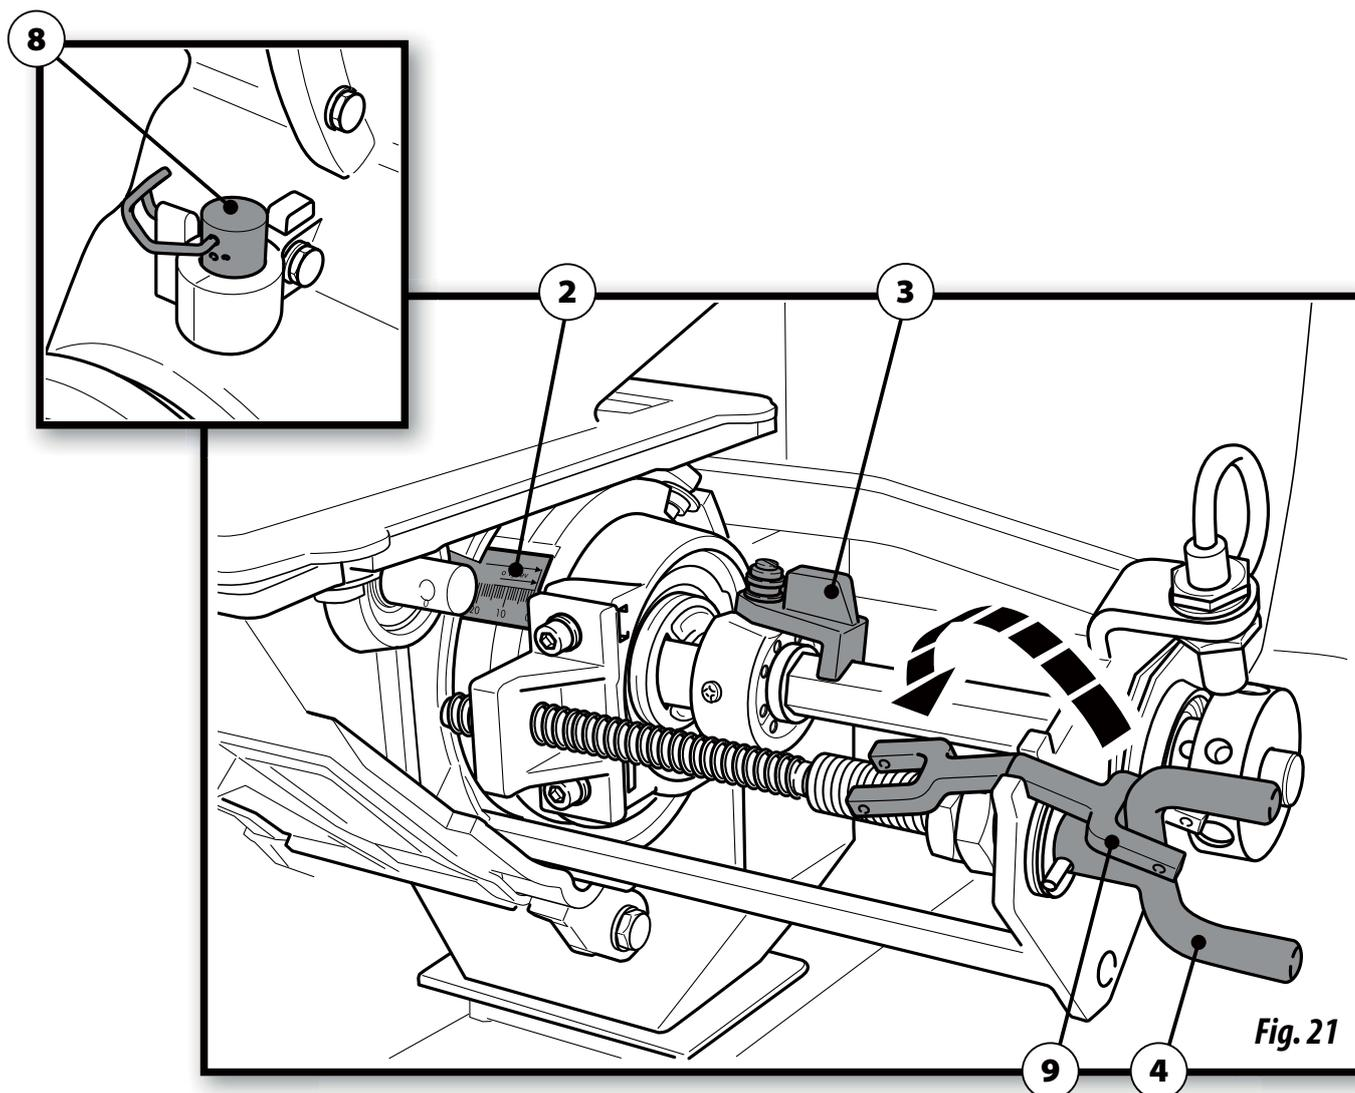

Fig. 21
- 1- Retirar la anilla de seguridad (nº 9, fig. 21).
- 2- Girar el husillo (nº 4, fig. 21) hasta llegar a la posición 0 en la escala (nº 4, fig. 21).
- 3- Girar el pestillo (nº 3, fig. 21) hasta encajarlo en la ranura del eje.
- 4- Colocar la abrazadera de salida de aire a turbina (nº 8, fig. 21) en la posición F (semilla fina).
- 5- Girar el husillo (nº 4, fig. 21) para regular la dosificación entre 0 y 25.